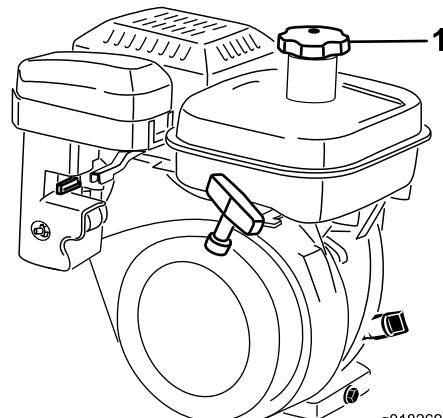

図 22
1. 燃料キャップ図 22 の周囲をきれいに拭いてからキャップを外す。無鉛ガソリンをフィルタスクリーンの下まで給油する。入れすぎないこと。